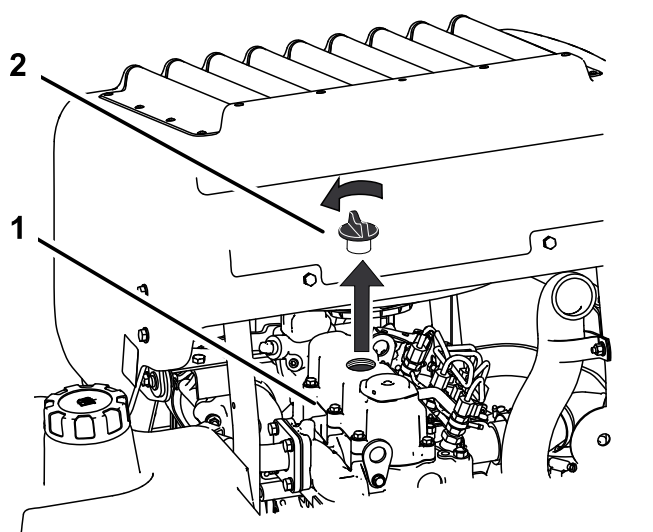

Figure 64
6. Retirez le bouchon de remplissage d'huile en haut du moteur (Figure 64).
2. Enlevez le bouchon de remplissage et la jauge (Figure 64).